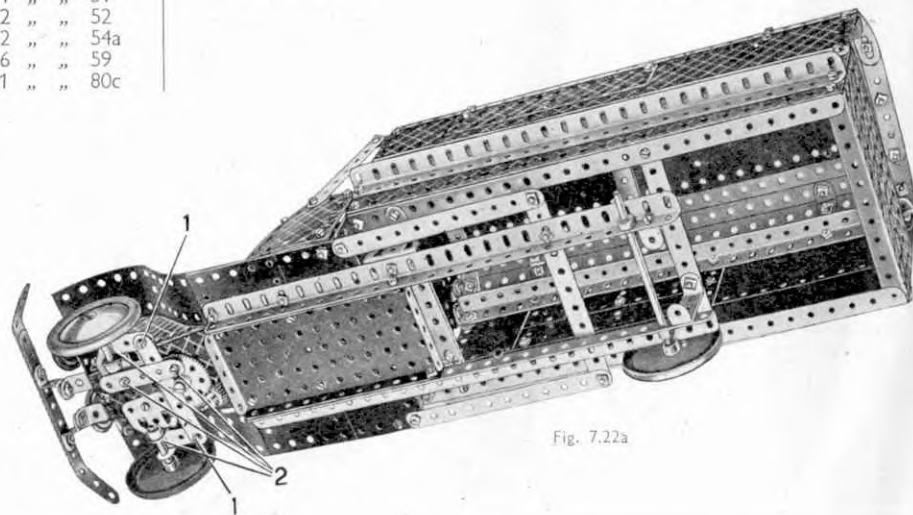

Fig. 7.22a
La Fig. 7.22a représente le mécanisme de direction. Le Boulon supérieur de 9 mm. formant le pivot du volant porte une Bande de 38 mm., un Support Double et une seconde Bande de 38 mm. placée perpendiculairement. Toutes ces pièces sont bloquées sur le boulon par un écrou, et le boulon est passé à travers une Embase Triangulée Plate, puis muni de contre-écrous. Le Boulon inférieur de 9 mm. porte une Bande de 38 mm. et un Support Double. Une Bande de 9 cm. est fixée par des boulons à contre-écrous (1) aux Bandes de 38 mm.